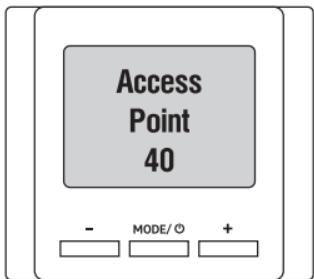

Рис. 11
4. Активировать в терморегуляторе режим Access Point путем нажатия и удержания кнопок MODE/A и «→» на терморегуляторе в течении 3 сек. На экране появится сообщение о включении этого режима и обратный отсчёт времени (рис. 11).